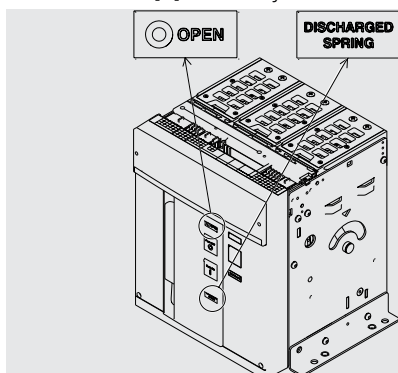

Figure 74
1. Contrôler que le disjoncteur soit ouvert (indicateur ouvert/fermé "O - OPEN"), et contrôler que les ressorts sont débandés (indicateur ressorts "blanc - DISCHARGED SPRING") comme indiqué dans la Figure 74.